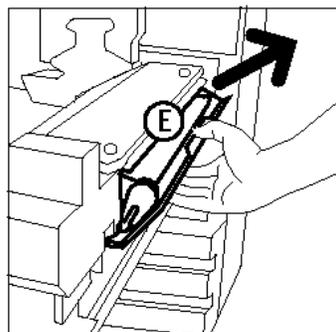

Figura 45: Retirar a Tela de Limpeza
- 5 Empurre levemente a Tela de Limpeza (E) para baixo e depois para a direita, para retirar a tela do copiator/impressora, tal como ilustrado na Figura 45.